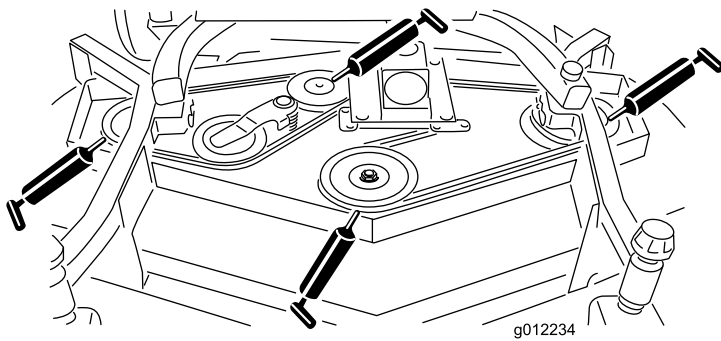

Figura 16
- Rolamentos do eixo (3) (debaixo da polia) (Figura 16)
- Rolamentos do eixo do braço intermédio (Figura 16)